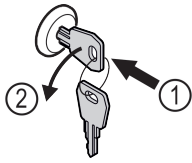

Fig. 170
- Schlüssel hineindrücken. Fig. 170 (1)
- Schlüssel um 90° gegen den Uhrzeigersinn drehen. Fig. 170 (2)